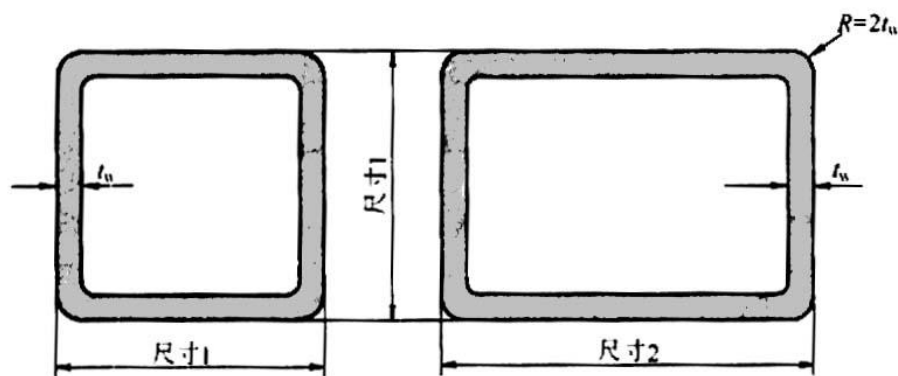

图 84 管状钢材的截面
① 对于管状钢材，通过相邻两侧面的公称尺寸、管壁厚度和长度来表示，如图 84 所示。例如，**13-T.S.3"×4"×1/4×10′**表示 13 根两侧面宽度分别为 **3in** 和 **4in**、管壁厚度为 **1/4in**、切割长度为 **10ft** 的管状钢材。圆形钢管或钢管在机械制造和生产中得到广泛应用，但在建筑工程中很少应用